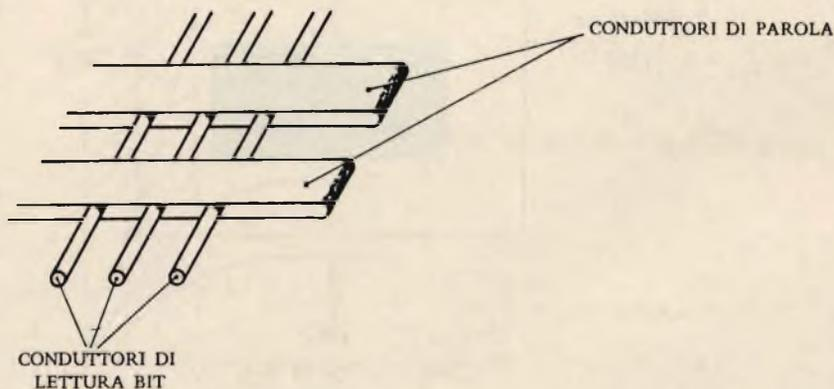

Fig. 1 -
**E**saminiamo ora le memorie magnetiche pellicolari cilindriche o a filo. Si tratta di memorie nelle quali i conduttori di bit servono anche da conduttori di lettura e da supporto degli elementi di memoria. Essi constano di un filo di rame ricoperto di materiale ferro magnetico (lega 80% di nichel e 20% ferro) per uno spessore di alcuni decimi di mm., in modo che l'asse di facile magnetizzazione sia secondo la circonferenza del cilindro. Mentre l'asse difficile sia parallelo all'asse del cilindro stesso. Attorno ai conduttori di lettura "bit" sono avvolti i conduttori di parola. Le fig. 1 e 2 illustrano quanto detto e il funzionamento che qui descriviamo. Nella fase di lettura nell'avvolgimento di parola selezionato si invia una corrente che fa ruotare la direzione del flusso dell'asse facile all'asse difficile. L'ampiezza della corrente non è però sufficiente a provocare l'allineamento del flusso con l'asse difficile. Per ogni elemento la rotazione del flusso genera una forza elettromotrice nel conduttore di lettura "bit", con la polarità dipendente dalla direzione originale del flusso. Se si annulla la corrente di parola la direzione del flusso in ogni elemento interessato dal conduttore di parola torna alla sua direzione facile di partenza. La lettura dunque non è distruttiva. Nella fase di scrittura la linea di parola viene attivata con la stessa corrente usata nella fase di scrittura; una volta che il flusso in ogni elemento interessato ha subito una rotazione verso l'asse difficile, si attivano i conduttori di lettura "bit" con correnti le cui direzioni dipendono dal valore che si vuole scrivere. Per ogni elemento la composizione dei campi di parola e di "bit" genera un flusso che ha una componente secondo l'asse facile orientata nella direzione voluta ("O" o "I"), in modo che togliendo la corrente di parola il flusso ruota sino ad avere direzione parallela all'asse facile, con il verso richiesto. A questo punto si può togliere anche la corrente di "bit".